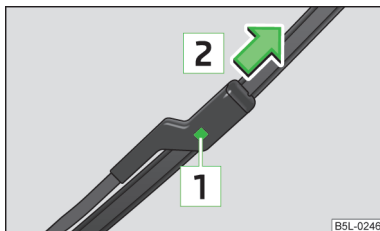

Fig. 34
- » Presione el seguro **1** » fig. 34 y desmonte la escobilla en el sentido de la flecha **2**.